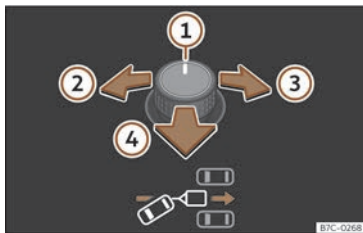
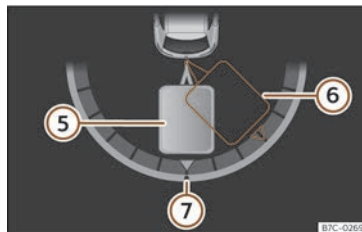

Fig. 144 Buton rotativ oglindă exterioară: reglarea unghiului remorcii.
Fig. 145 Afișajul din panoul de bord: cuplarea în marșarier.
Legenda pentru >>> fig. 144, >>> fig. 145:
- Înclinați butonul rotativ până la atingerea direcției dorite >>> fig. 144. O reprezentare a ansamblului format din vehiculul tractor și remorcă este afișată pe ecranul panoului de bord în scopul ghidării >>> fig. 145.